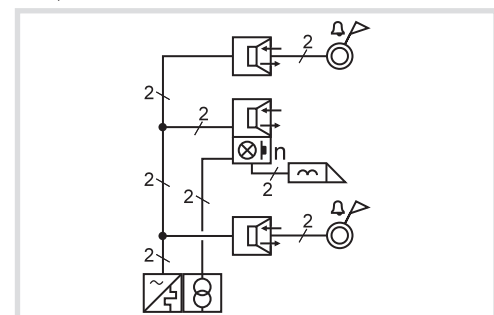

Bild 19: i2 Audio – Anschluss einer Etagenstation
- Etagenstationen können nur Innenstationen im eigenen Strang rufen (Bild 19). Als Etagenstations-Adresse ist A ... F einstellbar.